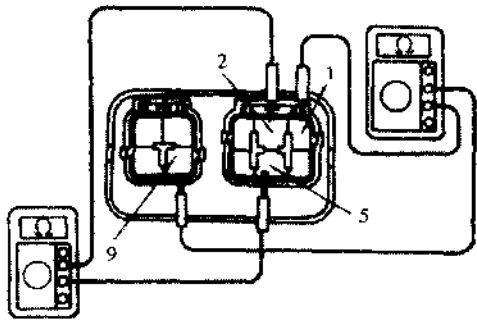
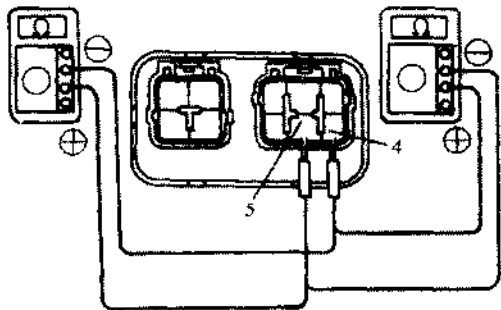

图 7.61 检测插头端子 1 和 9、2 和 5 之间的导通情况
图 7.62 检测端子 5 和 4 之间的导通情况
③ 检测电磁阀继电器电路的导通情况。如图 7.61 和图 7.62 所示, 如导通情况不符合以下四点要求, 应更换控制继电器。
- 检测插头端子 1 和 9 之间的导通情况, 应导通, 如图 7.61 所示。
- 检测插头端子 2 和 5 之间的导通情况, 应不导通, 如图 7.61 所示。
- 将欧姆表正极接端子 5, 负极接端子 4, 检测端子之间的导通情况应导通, 如图 7.62 所示。